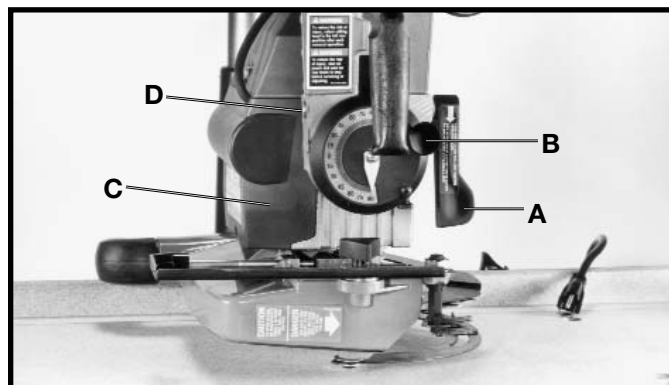

Fig. 69
2. Afloje la agarradera de abrazadera de biselado (A), suelte la perilla de índice de biselado (B), y gire el motor (C) a la posición vertical como lo ilustra la Fig. 69. **AVISO: SI LA HOJA HACE PROTECTOR DE LA LÁMINA CONTACTO CON LA SUPERFICIE DE LA MESA, ELEVE EL BRAZO GUIA.**
3. Afloje la agarradera de abrazadera de biselado (A) Fig. 69 varias vueltas hasta que la cabeza hexagonal del tornillo (D) pueda ser empujada fuera del espacio hexagonal en el yugo.
4. Gire el tornillo (D) Fig. 69 en la dirección en la que se desea girar la agarradera, una o dos partes planas de la cabeza hexagonal y vuelva a empujarlo dentro del espacio hexagonal en el yugo.
5. Apriete la agarradera de abrazadera de biselado (A) Fig. 69. **AVISO: El tornillo tiene un roscado a la izquierda -- gire la agarradera de abrazadera contra el sentido de las agujas del reloj para apretarlo.**